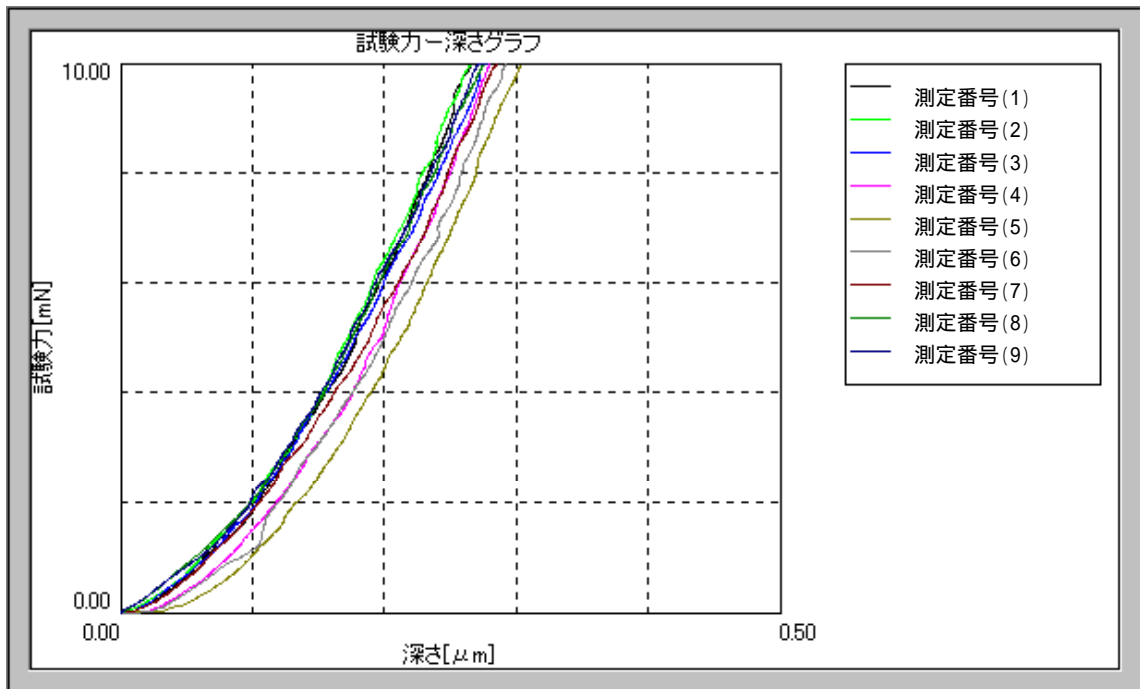

図5 試験力 深さグラフ
- 1) 試験力 10mN で圧子押し込み試験した結果のまとめ(平均値)を**表1**に、試験力 深さグラフを**図5**に示します。